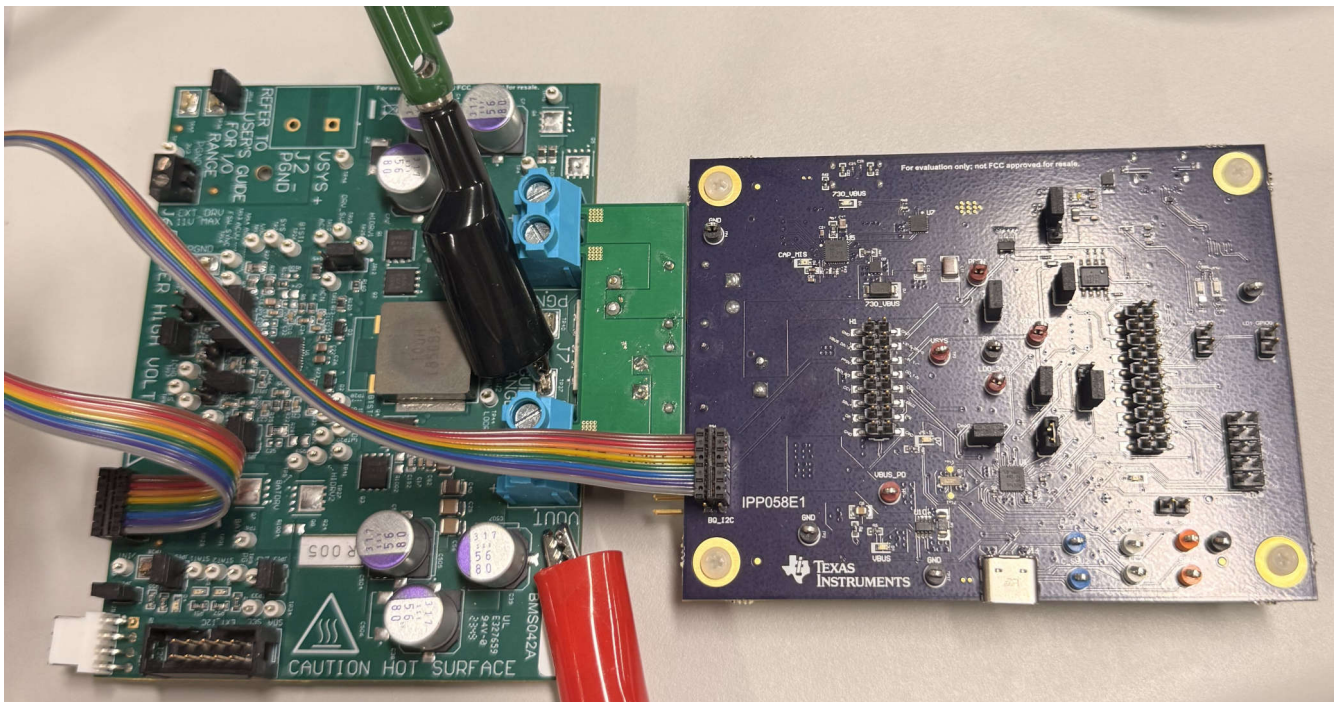

図 4-2. TPS25751AEVM および BQ25756(E)EVM のハードウェア セットアップ
5. 図 4-2 に示すように、リボン ケーブルを TPS25751AEVM のヘッダ J12 に取り付けます。
6. リボン ケーブルのもう一方の端を BQ25756 (E) EVM の J8 ヘッダに接続します。